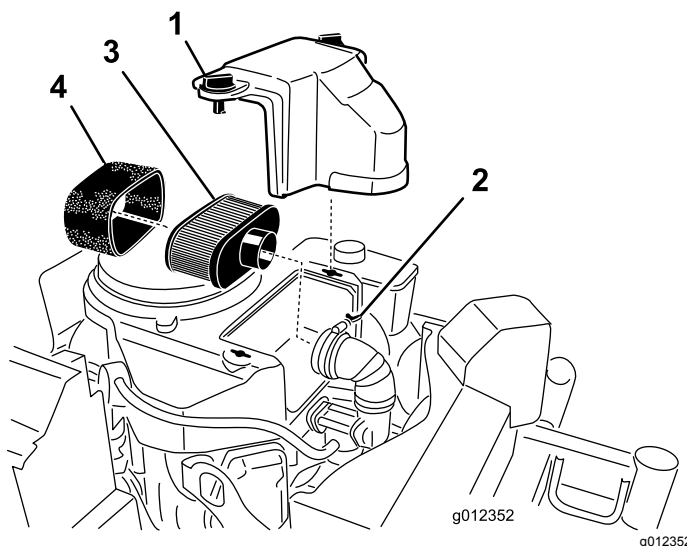

Figure 21
3. Nettoyez la surface autour du filtre à air pour éviter que des impuretés n'endommagent le moteur en tombant à l'intérieur (Figure 21).
4. Dévissez les boutons du couvercle et déposez le couvercle du filtre à air (Figure 21).
5. Dévissez le collier et déposez le filtre à air (Figure 21).
6. Sortez délicatement l'élément en mousse de l'élément en papier (Figure 21).
1. Ne nettoyez pas l'élément en papier. Remplacez-le (Figure 21).
1. Glissez délicatement l'élément en mousse sur l'élément en papier (Figure 21).
2. Posez le filtre à air sur sa base et fixez-le en place à l'aide des 2 écrous à oreilles (Figure 21).
3. Mettez le couvercle du filtre en place et serrez le bouton (Figure 21).